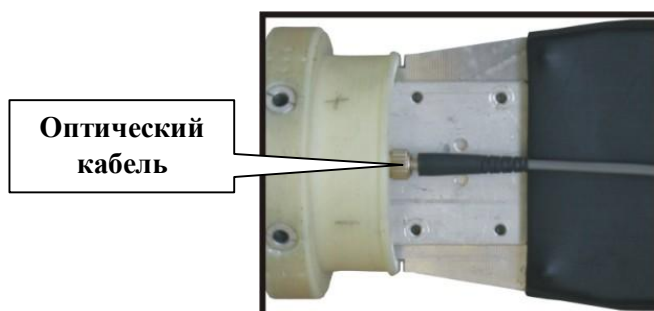

Рисунок 1.4.16. Расположение оптического кабеля связи приемника и передатчика
10. Отсоедините оптический кабель 19 от приемного устройства 7 (рисунок 1.4.16);